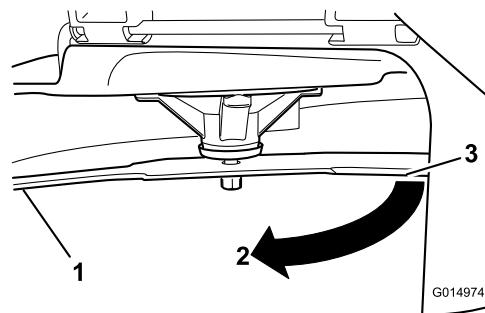

Figura 59
2. Indossando guanti dalla spessa imbottitura o altre protezioni idonee per le mani, ruotate lentamente la lama in una posizione che consente di misurare la distanza tra il bordo di taglio e la superficie piana su cui si trova la macchina (Figura 59).
3. Distanza misurata tra la lama e la superficie (A)
4. Ruotate la stessa lama di 180 gradi in modo che il tagliente opposto si trovi ora nella stessa posizione (Figura 59).